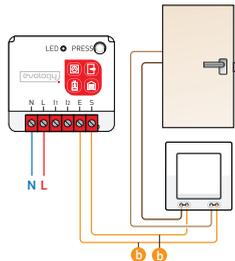

figure 4
- 3 Câblez le récepteur connecté selon le schéma en figure 4.